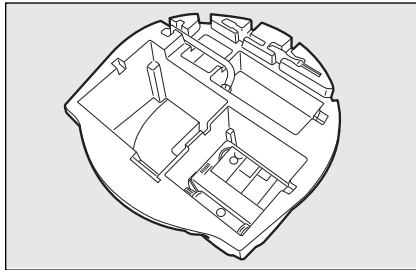

fig. 4
- neem de gereedschapshouder uit de bagageruimte **fig. 4**;